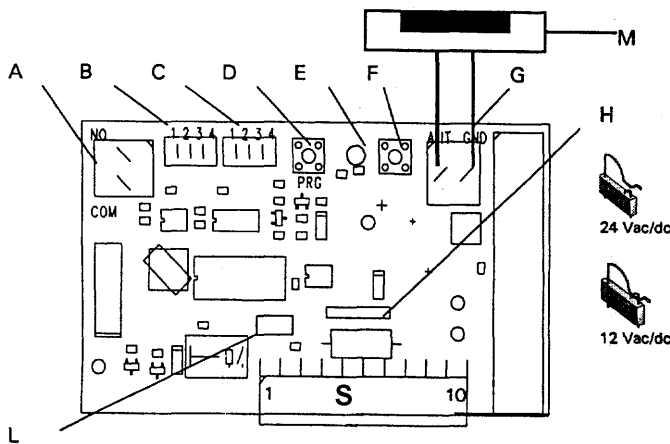
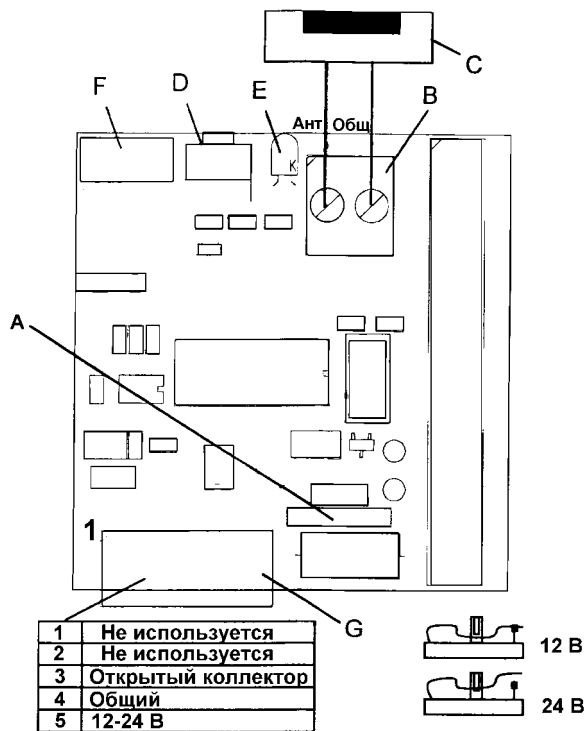

Рис. 4
Рис. 5
- В антенный штекер **G** см. рис. 4 или **B** рис. 5 может быть закреплен фидер “полноценной” антенны или при ее отсутствии плата согласования с “суррогатной” антенной (отрезок провода) в сборе. Кабель фидера должен иметь волновое сопротивление 50 Ом. Максимальная длина фидера при использовании кабеля типа RG58/U - 10 м, при RG213/U – 30м;
- Выберите перемычками каналов **В** и **С** на приемной плате номер канала для выхода с открытым коллектором и для релейного выхода – разъем **А** рис. 4.
- Перемычки 1-4 **С** переключают номер канала, по которому работают “сухие” контакты реле, перемычки 1-4 **В** переключают номер канала, по которому работает открытый коллектор см. рис. 4 (А420). Выберите перемычкой каналов **Е** нужный номер канала по которому будет работать открытый коллектор рис. 5 (А225);
- Установите перемычку **Н** 12/24 В рис. 4 на приемной плате в соответствии с **используемым напряжением питания** (рис. 4) (А420). Установите перемычку **А** рис 5 в соответствии с используемым напряжением питания (А225);
- Удаление кодов всех брелков-передатчиков из памяти приемной платы см. рис. 4 и 5 необходимо производить в следующей последовательности:
- Замену алкалайновой батареи питания 12 В производите на однотипную в соответствии с рис. 5. При ее установке соблюдайте полярность;